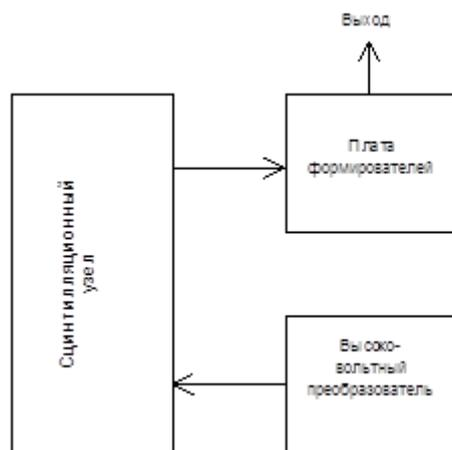

Рис. 4.1.3. Структурная схема блока БД-6-3
4.1.4.3. В модификации БД-6-3 (рис.4.1.3) плата анализа сигнала отсутствует. Такая модификация в основном предназначена для использования в релейных системах сигнализации уровня, где не требуется повышенная стабильность работы блока.